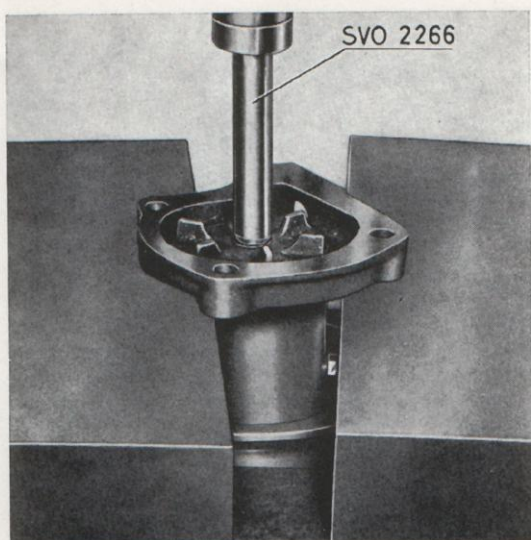

Bild 74. Demontering av skovelhjul och axel med kullager.
1. Demontera stoppskruven (3, bild 18) för bakre kullagret. Pressa ur axeln med dorn SVO 2266, bild 74. Styr remskivan med handen så att axeln ej kommer snett. Tag bort skovelhjulet. Kullager och distanshylsa följer i allmänhet med axeln ut. (Stannar kullagren i huset avlägsnas tätningen varefter lagren pressas ur med den tjocka ändan på dorn SVO 2266).